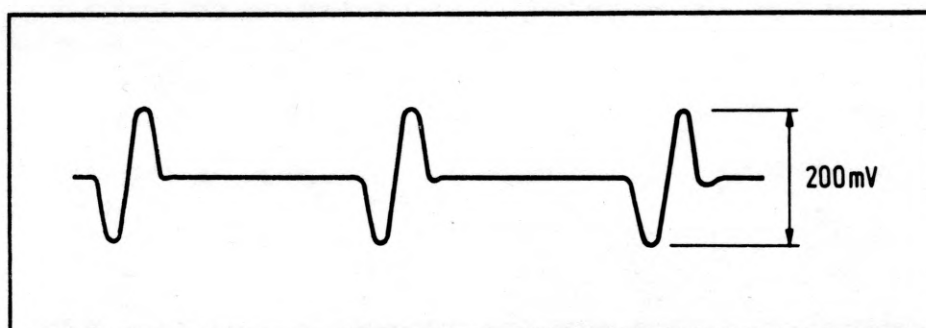

Bild 2. Das aufgezeichnete Signal beim TRS-80...
1. Beim TRS-80 wird die ideale Impulsform bei Aufzeichnung über den Mikrofoneingang eines Standard-Kassettenrecorders erreicht. Da die Aufnahme-/Wiedergabe-Elektronik für eine andere Anwendung ausgelegt ist, ist der aufgezeichnete Signalpegel gering und der Störanteil relativ hoch (Bild 2).
Die Stelle, an der der Eingriff erfolgen muß, ist der Ausgang der Bild-Zf-Stufe (sie ist wie der Tuner meist in ein Metallgehäuse eingebaut). Hier wird nach der Zf-Demodulation das Videosignal (FBAS) herausgeführt. Bei der Übertragung des Normfarbbalken-Testbildes hat dieses Signal eine Form, wie sie Bild 2 zeigt. Abhängig vom Bildinhalt wird der Computer ein gänzlich anderes Signal liefern. Wichtig ist aber nur, daß die Pegelwerte in etwa übereinstimmen und der Synchronimpuls die gleiche Lage hat.